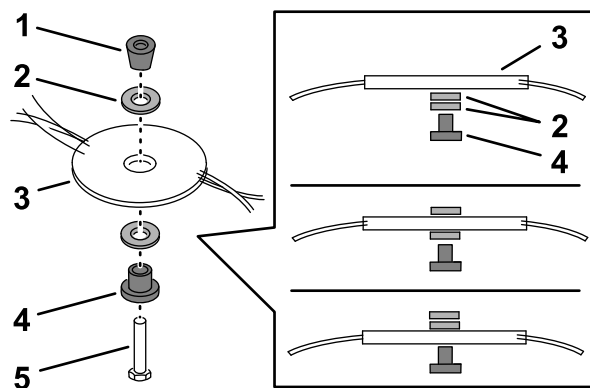

Figura 27
2. Modificate la posizione dei distanziali per regolare l'altezza di taglio come illustrato nella Figura 27.